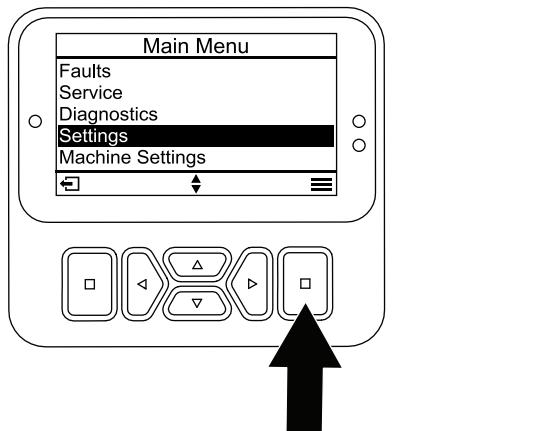

Bild 33
- Blättern Sie vom HAUPTMENÜ zum Menü EINSTELLUNGEN und drücken Sie die Auswahltaste (Bild 33).